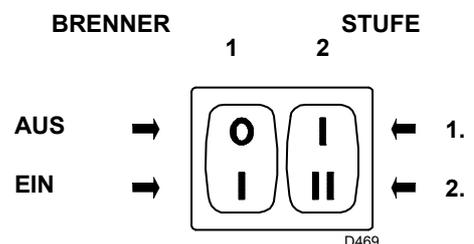
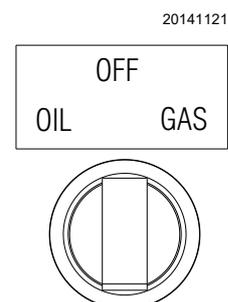

Abb. 33
Abb. 34
Den Brenner in der 1. Stufe in Betrieb halten, indem der Schalter 2)(Abb. 33) in die Position der 1. Stufe gestellt wird. Die Einstellung der Gebläseklappe erfolgt über den orangefarbenen Hebel des Stellantriebs („Einstellung des Stellantriebs“ auf Seite 32).
Stellen Sie den Schalter 2)(Abb. 33) auf die 2. Stufe. Die Einstellung der Gebläseklappe erfolgt über den roten Hebel des Stellantriebs („Einstellung des Stellantriebs“ auf Seite 32).
Schließen Sie die Kontrollvorrichtungen und zünden Sie so den Brenner, drehen Sie dazu den Schalter 1)(Abb. 33) in die Position „EIN“ und den Wählschalter des Brennstoffs auf die Position „OIL“ (Abb. 34).
Die Pumpe ist eingeschaltet, wenn aus der Schraube 3)(Abb. 23 auf Seite 23) Heizöl austritt. Stoppen des Brenners: Schalter 1)(Abb. 33) auf „AUS“ stellen und die Schraube 3) einschrauben.
- den Schalter 1)(Abb. 33 auf Seite 29) auf „**BRENNER GEZÜNDET**“ stellen;
- den Schalter 2)(Abb. 33 auf Seite 29) auf „**1. STUFE**“ stellen;
Den Schalter 2)(Abb. 33 auf Seite 29) in die Position der 2. Stufe stellen: der Stellantrieb wird die Luftklappe bis auf den vorher für Heizöl eingestellten Wert öffnen und das Öffnen des Gasventils der 2. Stufe VR2 steuern.
Den Schalter 2)(Abb. 33 auf Seite 29) in die Position der 1. Stufe stellen: der Stellantrieb wird die Luftklappe bis auf den vorher für Heizöl eingestellten Wert schließen und das Öffnen des Gasventils der 1. Stufe VR1 steuern.